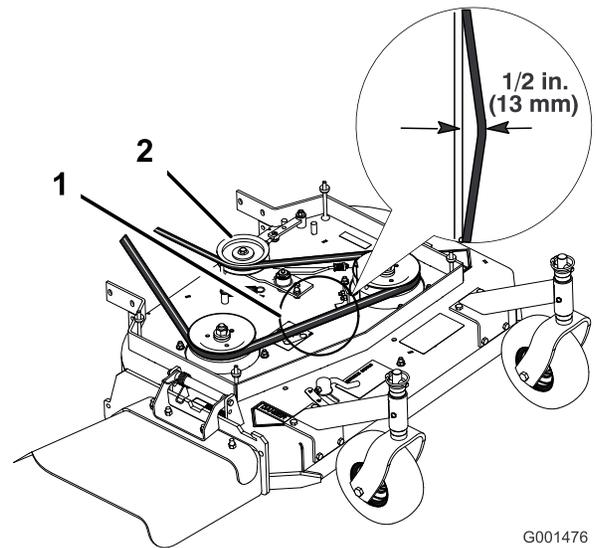

Figura 41
Nota: La tensión correcta de la correa del cortacésped es de 44 – 67 N·m (10 – 15 pies-libra) con la correa desviada 13 mm ($\frac{1}{2}$ ") en el punto intermedio entre las poleas (Figura 41).
- Afloje la contratuerca del tensor (Figura 41).
- Gire el tensor hacia la parte delantera de la máquina para reducir la tensión de la correa (Figura 41).
Nota: La tensión correcta de la correa del cortacésped es de 44 – 67 N·m (10 – 15 pies-libra) con la correa desviada 13 mm (½") en el punto intermedio entre las poleas (Figura 41).